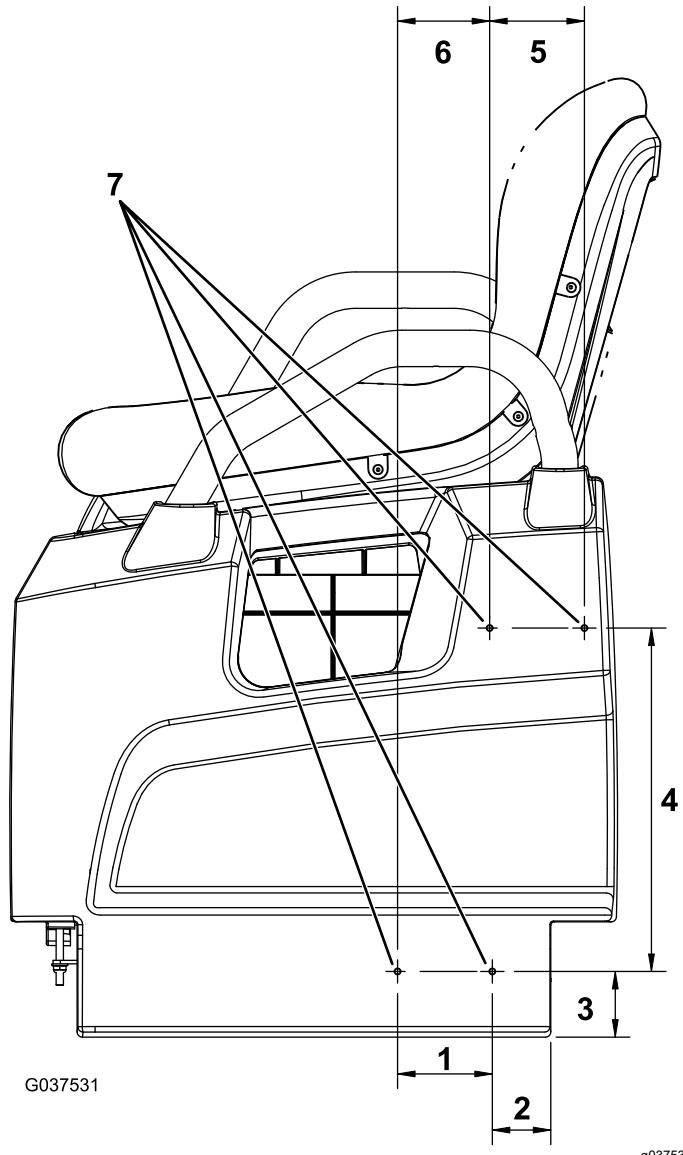

Figura 10
- Sul lato sinistro della macchina, misurate 51 mm dalla parte inferiore, a sinistra del lato della base del sedile e contrassegnate questa posizione (Figura 10).
- Misurate 57 mm direttamente sopra il punto e segnate questa posizione (Figura 10).
- Misurate 83 mm dalla sinistra del punto contrassegnato nel passaggio 2 e contrassegnate questa posizione (Figura 10).
- Misurate 80 mm dalla sinistra del punto contrassegnato nel passaggio 3, poi misurate 299 mm direttamente sopra questo punto e contrassegnate questa posizione (Figura 10).
- Misurate 83 mm dalla destra del punto contrassegnato nel passaggio 4 e contrassegnate questa posizione (Figura 10).
- Praticate un foro di 5 mm in ciascuno dei 4 punti segnati (Figura 10).